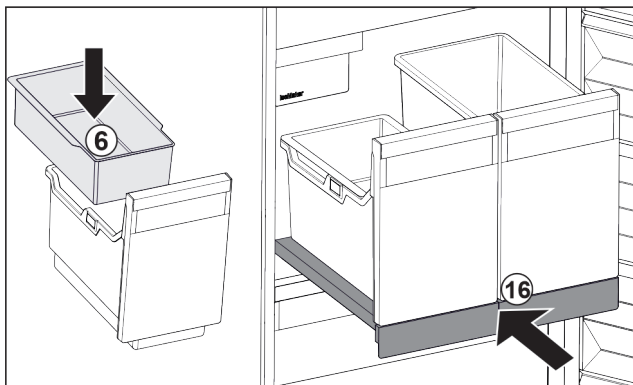

Fig. 130
- ▶ Sett inn brettet Fig. 130 (6) for isbiter.
- ▶ Skyv inn uttrekksplaten med beholder (IceTower). Fig. 130 (16)